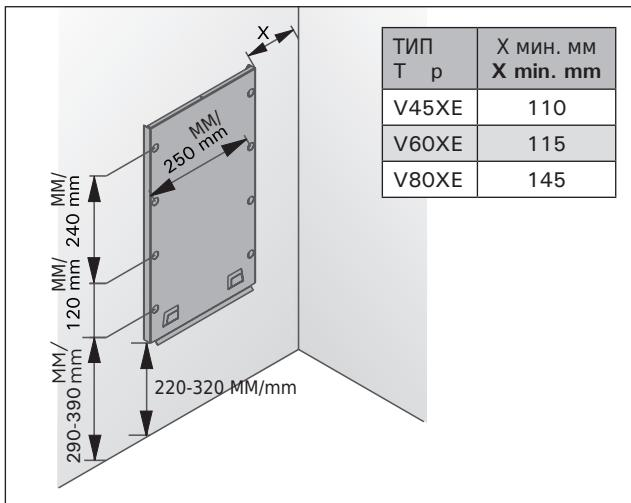

Рисунок 8. Установка крепежной рамы
- С помощью прилагаемых шурупов прикрепите к стене монтажную раму, соблюдая минимальные расстояния, указанные в таблице 2 и на рис. 6. Установка рамы изображена на рис. 8.